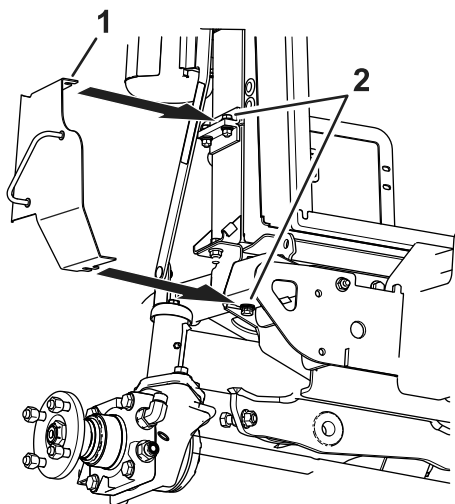

Figure 14
12. Desserrez les boulons sur le côté du radiateur (Figure 14).
13. Glissez le support gauche de l'enveloppe du radiateur sous la tête des boulons sur le radiateur et le support de butée (Figure 14).